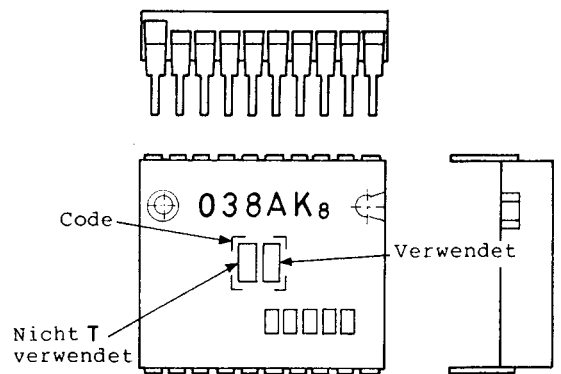

Abb. 4-3
4) Sensor-Hilfsspannung (Abb. 4-3, 4-51)